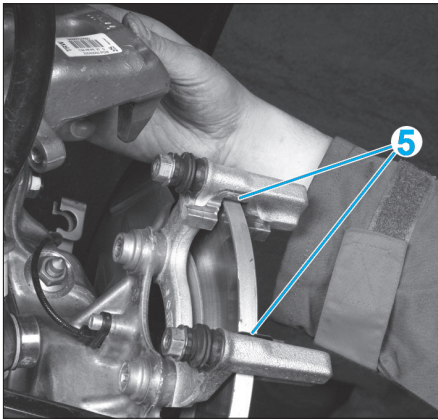

Fig. 21
- Déposer les ressorts (5) (Fig.21).